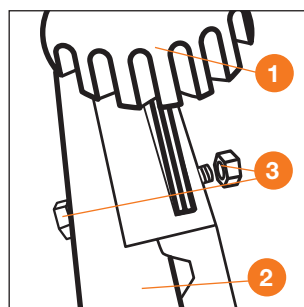

Рис. 22
- Закрепите регулятор оборотов двигателя **1** к рукоятке управления **2** с помощью болта, шайбы и гайки **3** (Рис. 22).